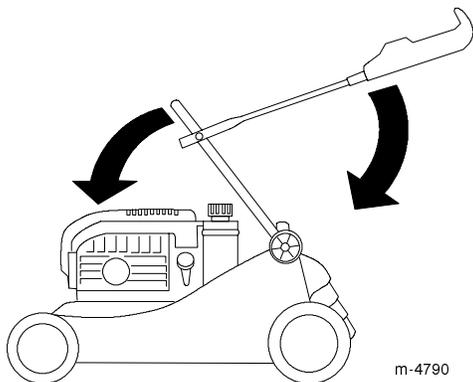

Bild 32
3. Kippen Sie das Griffunterteil vorsichtig nach vorne, bis es den Motor berührt (Bild 32).
4. Kippen Sie das Griffoberteil vorsichtig nach hinten, bis es flach liegt (Bild 32).